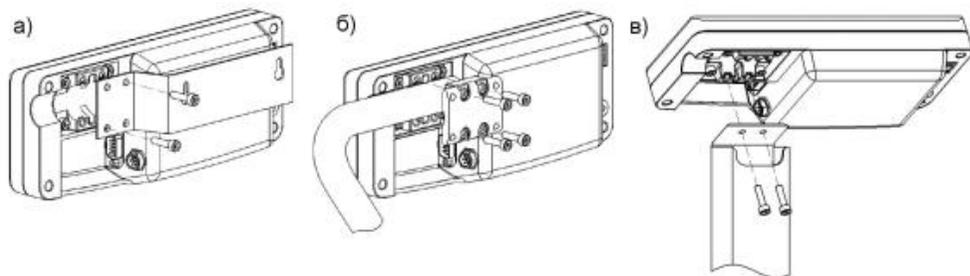

Рис. 5.4 - Варианты крепления устройства индикации:
- подсоединить двумя винтами М5х20 кронштейн к устройству индикации (Рис. 5.4а);
- закрепить устройство индикации на стойке кронштейном, затянув четыре винта M5x30 с небольшим усилием (Рис. 5.4б). Излишек кабеля заправить в стойку со стороны устройства индикации;
- закрепить двумя винтами M5x20 устройство индикации на стойке (Рис. 5.4). Излишек кабеля заправить в стойку.